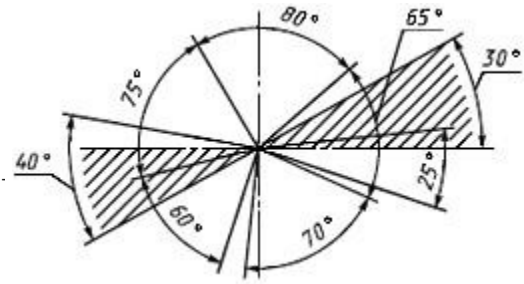

Рис.1.10
12. Угловые размеры наносят так, как показано на рис. 1.10. Для углов малых размеров размерные числа помещают на полках линий – выносок в любой зоне.